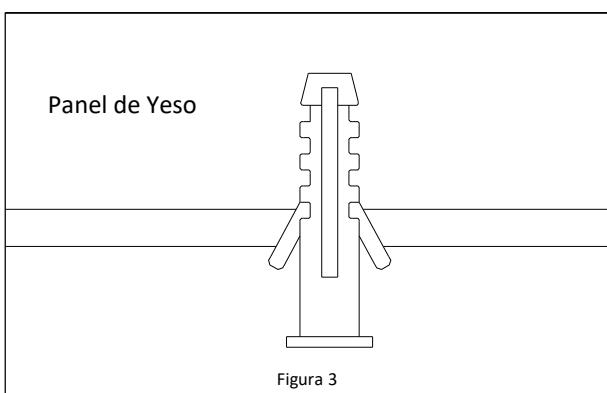

Figura 3
7. Instala los anclajes de pared provistos en los orificios piloto hechos en el paso anterior. **Ver la Figura 3.**